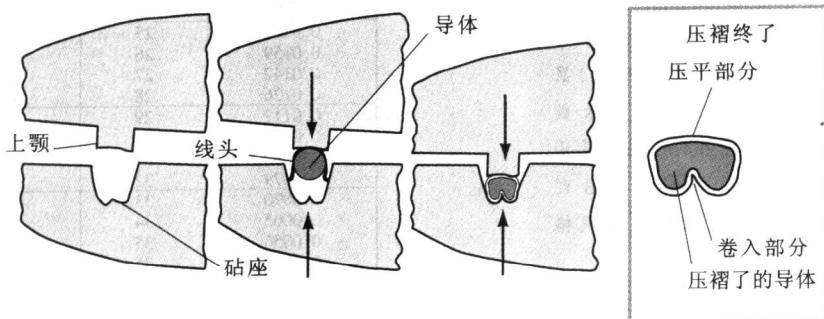

图 1-11 无焊接式连接器压接专用工具的使用
2. 将导线穿入连接器中，并用压接专用工具进行压接(图 1-11)。将连接器打开的部分放在压接工具的砧座上，并压下压接专用工具。